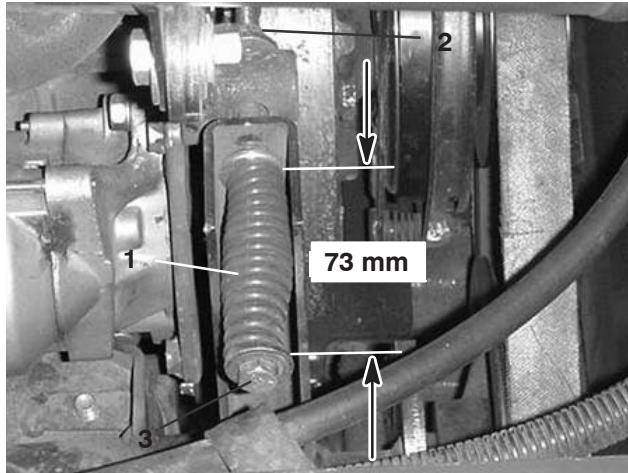

Bild 52
2. Lösen Sie die Klemmmutter an der Spannstange (Bild 52).
3. Spannen oder lockern Sie die Riemenspannfeder mit einem 13 mm Schraubenschlüssel (Bild 52). Stellen Sie die Feder auf eine Länge von 73 mm ein.
3. Schlaffen Sie die Riemenspannfeder vollständig mit einem 13 mm Schraubenschlüssel (Bild 52).
5. Setzen Sie den neuen ZWA-Riemen ein und ziehen Sie die Riemscheiben auf 73 mm an (Bild 52).
6. Ziehen Sie die Klemmmutter fest (Bild 52) und schließen die Motorhaube.